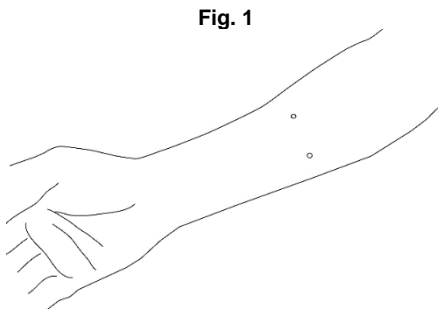

Fig. 1
1. Realice unas marcas para los orificios de entrada y de salida del catéter con círculos (Fig. 1).